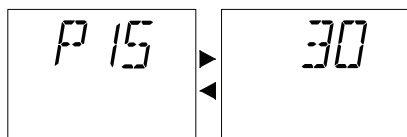

Рисунок 5.29
- Поворачивая регулятор (Рисунок 5.29), установите желаемое значение в диапазоне от минимального 30 (на ЖК-дисплее параметр P15 будет загораться поочередно с 30) до максимального 255 в зависимости от кривой коэффициента K, выбранной на рисунке, расположенном выше (см. Рисунок 5.24).